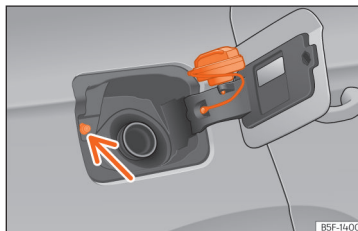

Abb. 203 Tankklappe mit aufgestecktem Tankverschluss.
- Platzieren Sie den Verschluss in der Aussparung, die sich im Scharnier der geöffneten Tankklappe befindet »» **[Abb. 203]**.
Nicht den Taster für Tankdeckelverriegelung »» (**Abb. 203**) (Pfeil) berühren. Das System interpretiert ansonsten, dass der Tankvorgang beendet ist und ein weiteres Betanken ist nicht mehr möglich. Um weiter tanken zu können, drücken Sie erneut den Taster  in der Fahrertür.